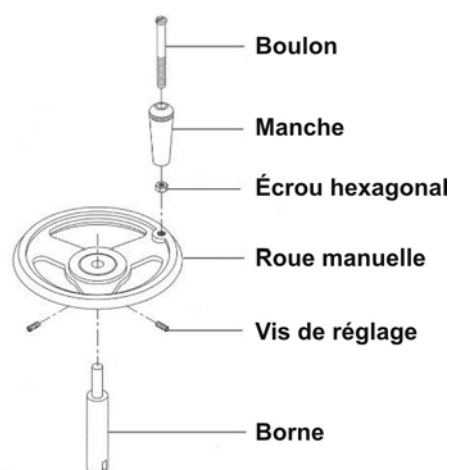

Figure 6
- Faites glisser le poste vers le haut dans la roue manuelle et immobilisez-le à l'aide des vis de réglage comme illustré sur la Fig 6.
- Utilisez un tournevis à tête plate pour visser le boulon du manche le plus loin possible dans le trou fileté de la roue manuelle et serrez l'écrou hexagonal contre la roue manuelle (Fig 6)